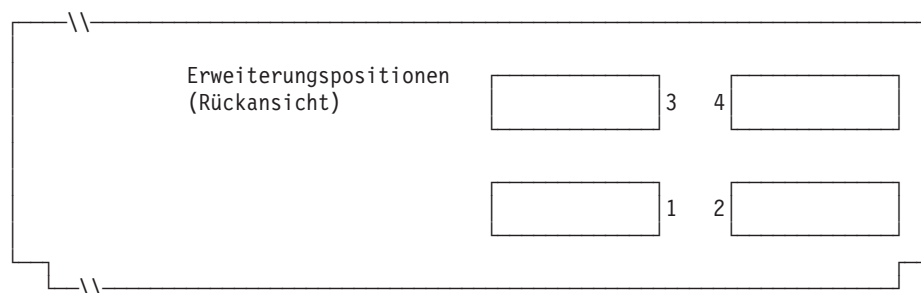

Abbildung 74. Rückseite der Datenkasse IBM 4693-5x1 oder IBM 4693-7x1
4. In Abb. 74 jede Erweiterungsposition, in der ein Dual-Asynchronadapter *zur Benutzung durch die Kassenprogramme* installiert ist, mit einem X kennzeichnen. Sind die Adapter zur Benutzung durch andere Anwendungen (als die Kassenprogramme) vorgesehen, keine Kennzeichnung vornehmen.